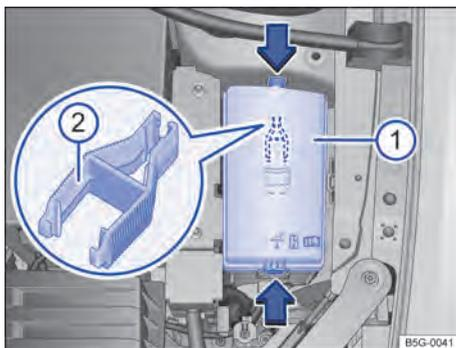

Fig. 221 No compartimento do motor: cobertura  da caixa de fusíveis com pinça de plástico .
- Pressionar os botões de travamento no sentido da seta para destravar a cobertura da caixa de fusíveis ⇒ Fig. 221 .